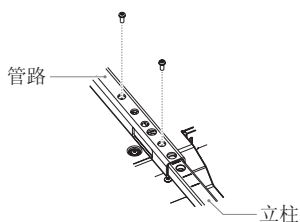

图 2
2. 请使用附带的螺钉安装立柱和管路。请将螺钉拧入管路上的两个螺钉孔 (图 2)。